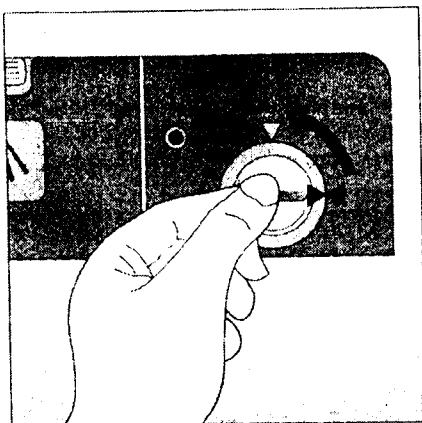

Рис. 6
- Для установки объема дозирования повернуть против часовой стрелки резьбовую крышку резервуара на 1/4 оборота и открыть (рис. 6).